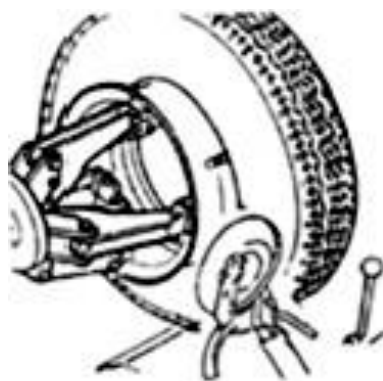

Fig 23
(6) Вставьте ниппель внутрь обода. Будьте осторожны – не повредите ниппель.
(7) Переведите инструментальную консоль (9) в исходное положение, а затем – к внутренней стороне колеса.
(8) Опустите инструментальную консоль в рабочее положение.
(9) Установите диск как можно ближе к шине, отделите половину окружности шины от обода (рис. 23).